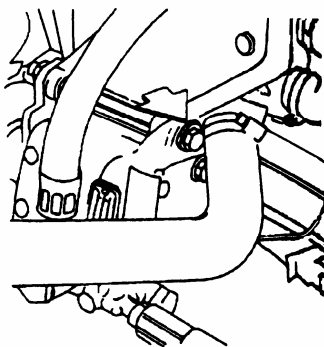

图 12-38 松开中心支架上的固定螺母和螺栓
⑤松开转向油泵中心支架上的固定螺母和螺栓，如图 12-38 所示。